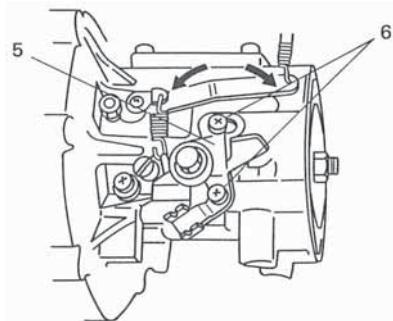

Fig. 23C
- b. To adjust governor, loosen screws (6) which holds control lever assembly (5) to crankcase and move the assembly left or right to obtain the maximum speed of 6500 rpm (Moving control lever assembly to left gives higher rpm and moving to right, lower rpm)(Fig.23C)
- b. Pour régler le régulateur, desserrer les vis (6) qui maintiennent l'assemblage du levier de commande (5) à la boîte d'engrenages et déplacer l'assemblage vers la gauche ou la droite pour obtenir la vitesse maximale de 6500 tours/minute. (Le fait de déplacer l'assemblage du levier de commande vers la gauche permet d'augmenter le nombre de tours et inversement le fait de le déplacer vers la droite permet de le diminuer)(Fig. 23C)
- b. Zum Einstellen des Reglers, die Schrauben (6), mit denen die Reglerhebeleinheit (5) am Kurbelgehäuse befestigt ist, lösen, und die Kurbelgehäuseeinheit nach links bzw., rechts drehen, bis die maximale Drehzahl von 6500 min-1 erreicht ist. (Drehen nach links erhöht, Drehen nach rechts verringert die Drehzahl), (Fig 23C).
- b. Para ajustar el regulador, deberán aflojarse los tornillos (6) que sujetan el conjunto de la palanca de control (5) en el cárter y mover el conjunto a la izquierda o derecha para obtener la velocidad máxima de 6500 rpm (Moviendo la palanca de control a la izquierda aumentan las revoluciones y moviendo a la derecha bajan las revoluciones.) (Fig.23C)
- b. För justering av regulatorn skall du lossa skruvama (6) som fasthåller styspaksenheten (5) på vevhuset och sedan skjuta enheten åt höger eller vänster stills du erhåller det maximala varvtalet på 6500 rpm. (Skjut styrspaken åt vänster, så att varvtalet ökas. Skjut den åt höger, så att varvtalet minskas.) (Fig. 23C)